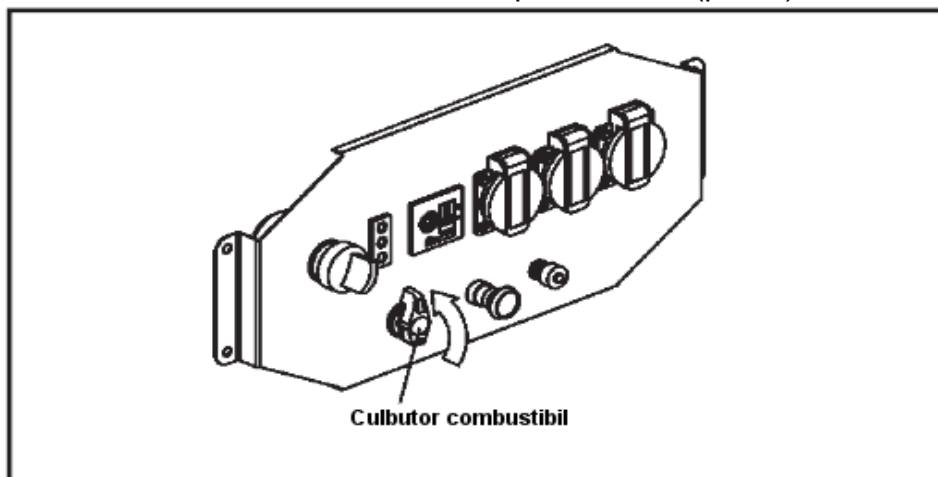

Fig. 6 - Modul de deschidere a culbutorului de combustibil
- 4.1. Intoarceti culbutorul combustibilului in pozitia "ON" (pornit), a se vedea Fig. 6.